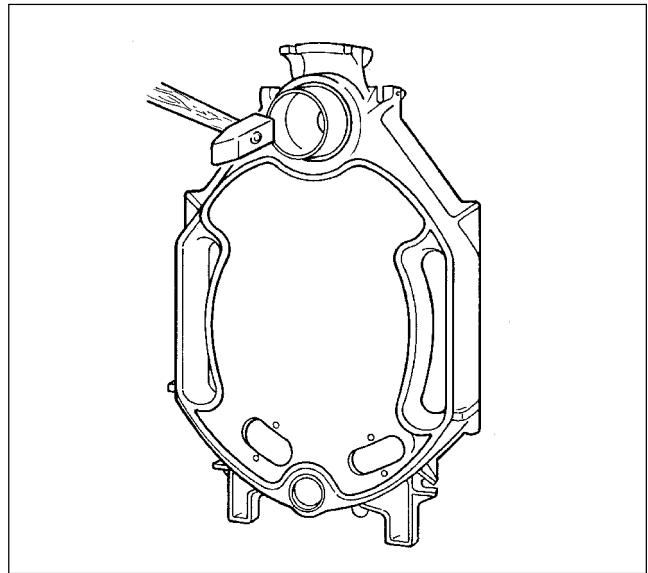

Abb. 10
- Nippel gerade in die obere (Gr.4, 181/70) und untere (Gr. 1, 82/50) Nabe des Hintergliedes einsetzen und mit kräftigen Hammerschlägen über Kreuz einschlagen, eventuell entstandenen Grat mit einer Feile entfernen (Abb. 10).